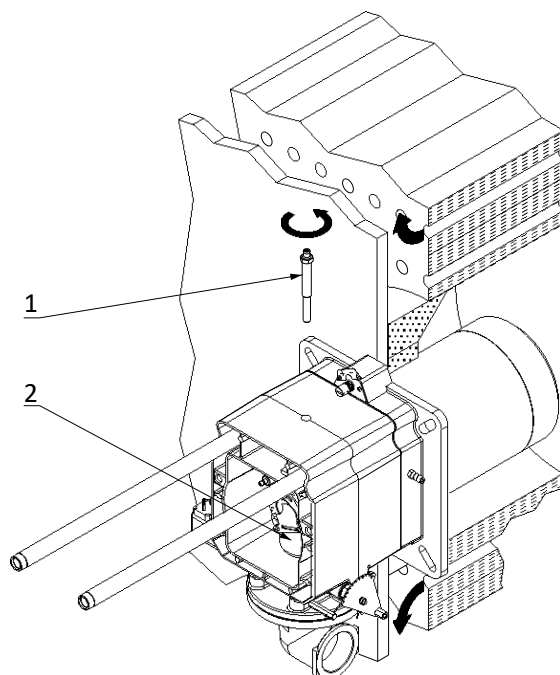

Рис.12
- снять винт 1)(Рис. 12);
- извлечь внутреннюю часть 2)(Рис. 12) головки, а затем откалибровать их.
На этом этапе установки, горелочная головка закреплена на котле, как показано на Рис. 12, стр. 16.